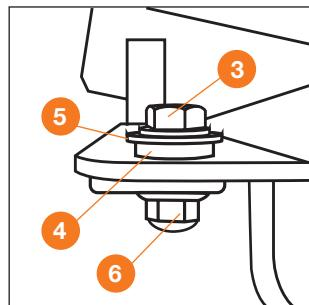

Рис. 7
- Закрепите крыло с помощью болтов, приставок, шайб и гаек (**3**, **4**, **5**, **6**) (Рис. 7).